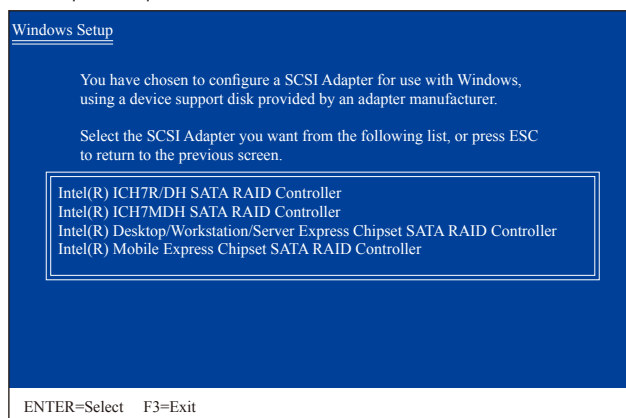

图3
放入存有SATA RAID/AHCI驱动程序的磁盘并按下<Enter>键。当如图3的画面出现时，请选择「Intel(R) Desktop/Workstation/Server Express Chipset SATA RAID Controller」再按<Enter>键，系统会从磁盘中下载RAID驱动程序。若设为AHCI模式，请使用键盘的上键移到「Intel(R) Desktop/Workstation/Server Express Chipset SATA AHCI Controller」项目再按<Enter>。